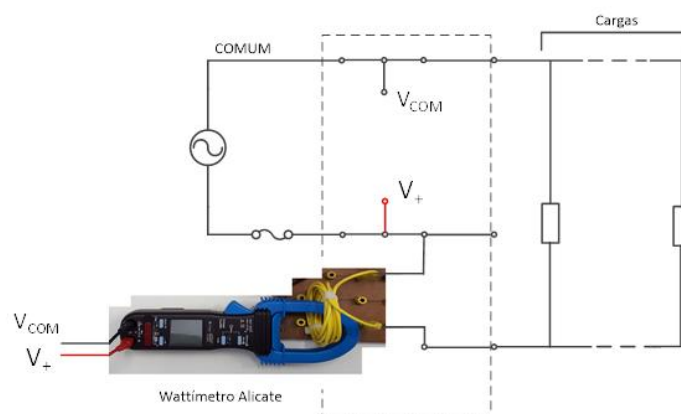

Figura 2. Sugestão para usar o alicate_wattímetro_digital como medidor neste experimento.
- Meça o valor eficaz da corrente no bipolo (I_{ef}), fazendo a corrente que se deseja medir passar pelo fio montado com dez voltas, como indicado na Figura 2;